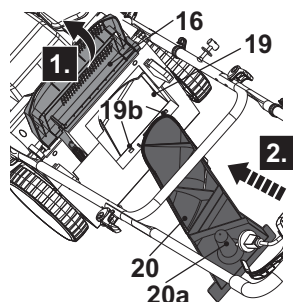

Fig. 14
1. Abrir a proteção deflectora (16), manter a pega (20a) em posição e inserir a cobertura vegetal (20) na calha de descarga traseira (19) (Fig. 14). Assegurar-se de que os espigões (20b) encaixam nas ranhuras da calha de descarga traseira (19b).